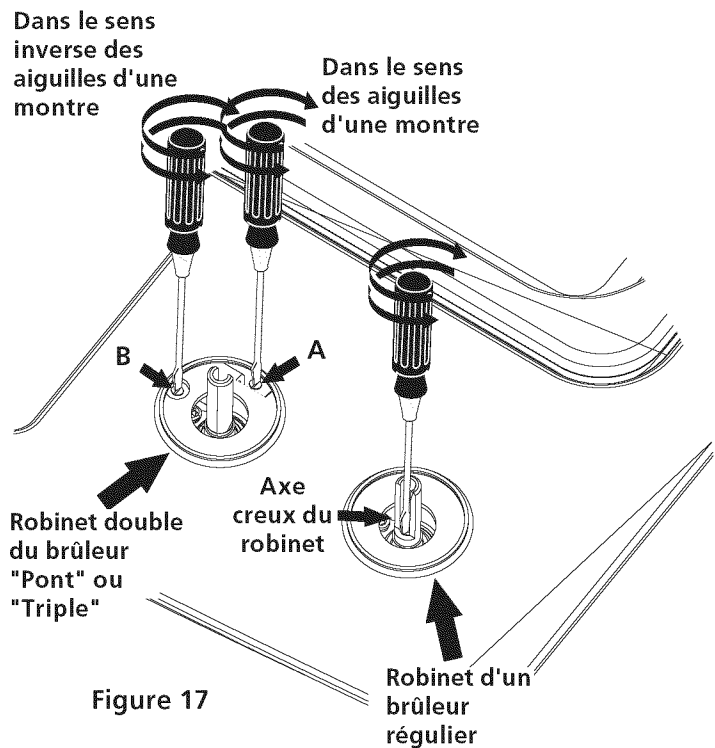

Figure 17
4. Réglage de la position "LOW" des robinets des brûleurs de surface réguliers (Figure 17)
5. Réglage de la position "LOW" du robinet double des brûleurs "Pont" ou "Triple" (certains modèles) (Figure 17)